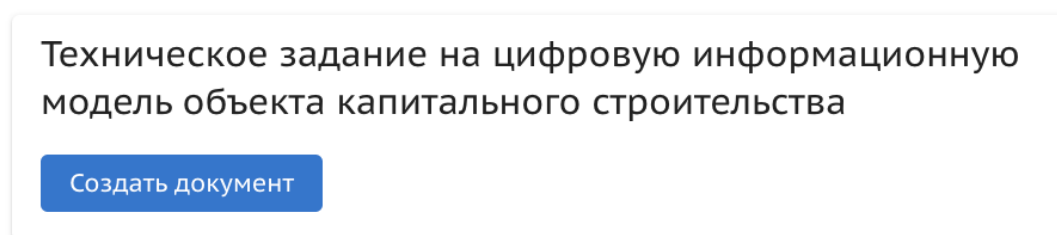

Рисунок 18. Создание документа.
- Кнопка “Создать документ”(Рисунок 18)